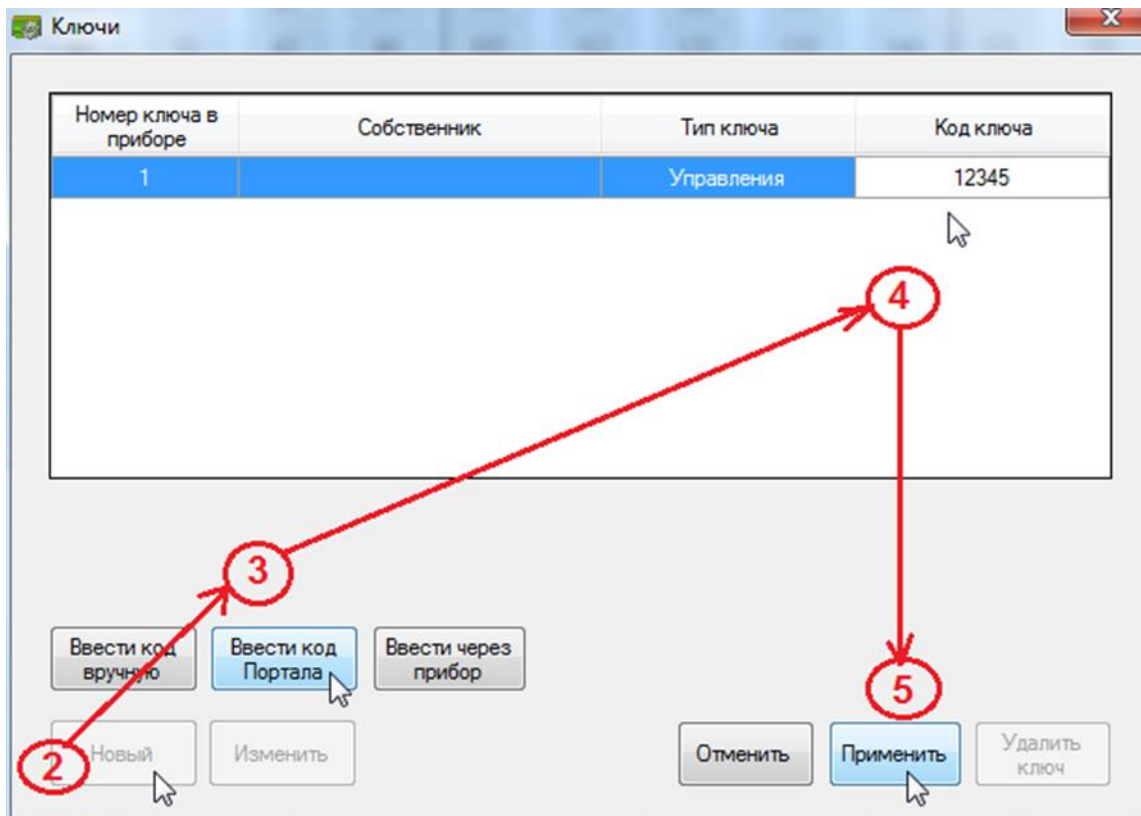

Рис. 23. Диалоговое окно процедуры добавления кодов «Портала»
2) в появившемся диалоговом окне «Ключи» нажмите кнопку «Новый» (Рис. 23, шаг 2) и затем кнопку «Ввести код Портала» (Рис. 23, шаг 3);
3) в поле «Код ключа» введите цифровой пароль, который будет вводиться на клавиатуре «Портал» (Рис. 23, шаг 4);
4) нажмите кнопку «Применить» (рис. 23, шаг 5);